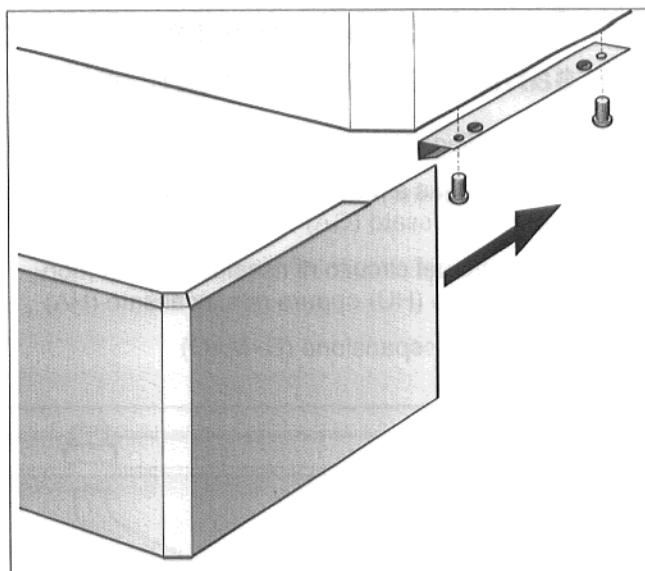

Fig. 14: pannello G-BL
- Avvitare al rivestimento i profili di montaggio per il pannello ed inserirvi il pannello (Fig. 14).